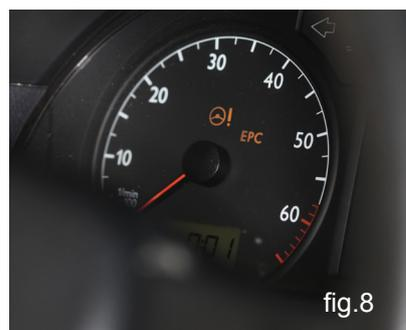

fig.8
11. Arrancar o motor. As luzes de controlo para o sistema da direção e o controlo de estabilidade do veículo (fig. 8) têm que apagar. *Se uma ou as duas luzes de controlo não apagarem, proceder da seguinte forma: Com o motor em funcionamento, rodar o volante de um limite de viragem até ao outro. Dessa forma, o sensor do ângulo de viragem é calibrado e as luzes de controlo apagam.* Se não for esse o caso, o sistema precisa de ser restabelecido e calibrado com um aparelho de diagnóstico.